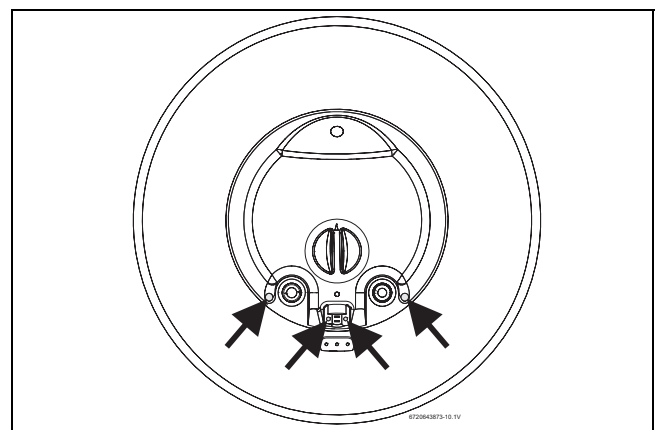

Fig. 13 Posição dos parafusos
- ▶ Retirar a tampa do termoacumulador desapertando os 4 parafusos (→ Fig. 13).